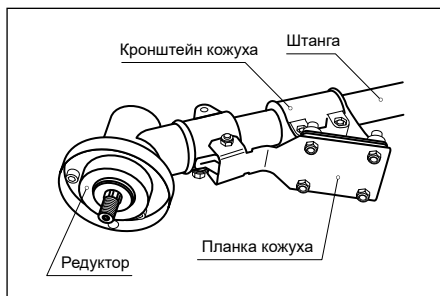

Рис. 3
2. Установите защитный кожух на штангу, расположив его между кронштейном и пластиной защитного кожуха, и зафиксируйте его четырьмя винтами (рис. 3).